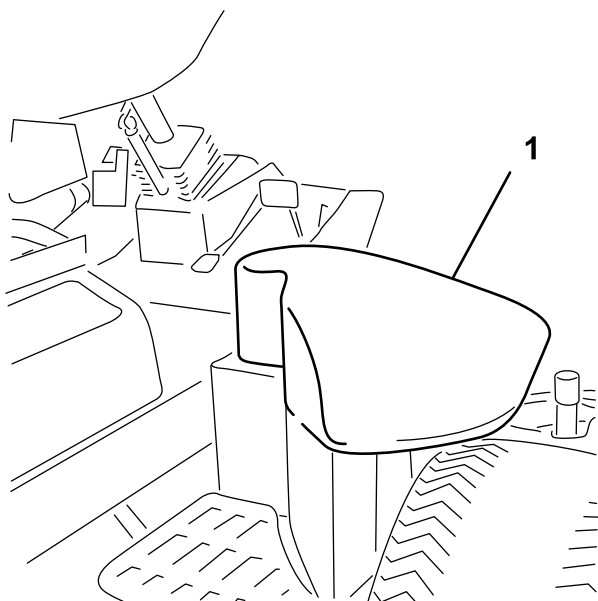

図 34
2. 機体右側から油圧オイル・タンクのカバーを開ける（図 34）。